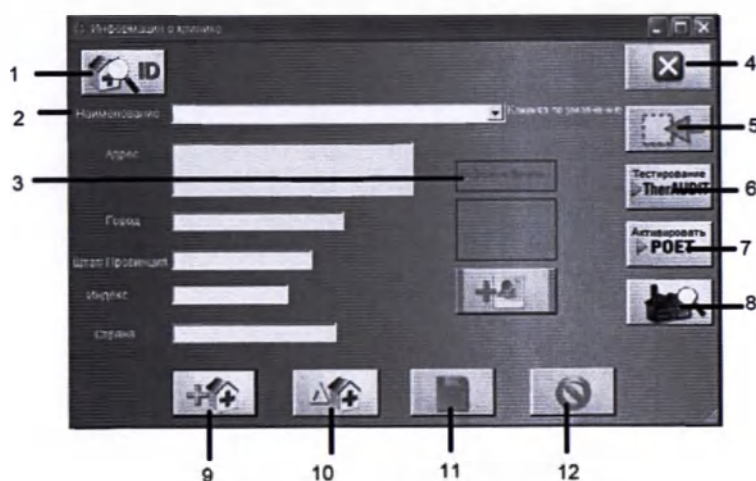

Рисунок 2-26. Информация о клинике
A. ЭКРАН ПРОСМОТРА ИНФОРМАЦИИ О КЛИНИКЕ (РИСУНОК 2-26)